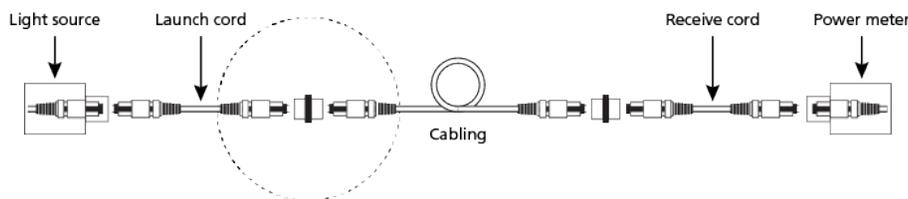

Abbildung 10. Messen Sie die Dämpfung der Verkabelung – Fehlanpassung
3. Schließen Sie das Vorlaufkabel und die Empfangsleitung an die zu testende Verkabelung an (s. Abbildung 10). Beachten Sie, dass jetzt eine Führungsstift/Führungsstift-Verbindungsfehlanpassung vorliegt. Konkrete Vorschläge Das Prüfen einer Verkabelungskonfiguration mit Führungsstiften an beiden Seiten erfordert ein zusätzliches kurzes Testkabel (z. B. Adapterkabel) und eine leicht geänderte Referenzmethode. DEN TEST WIEDERHOLEN – VON NEUEM BEGINNEN